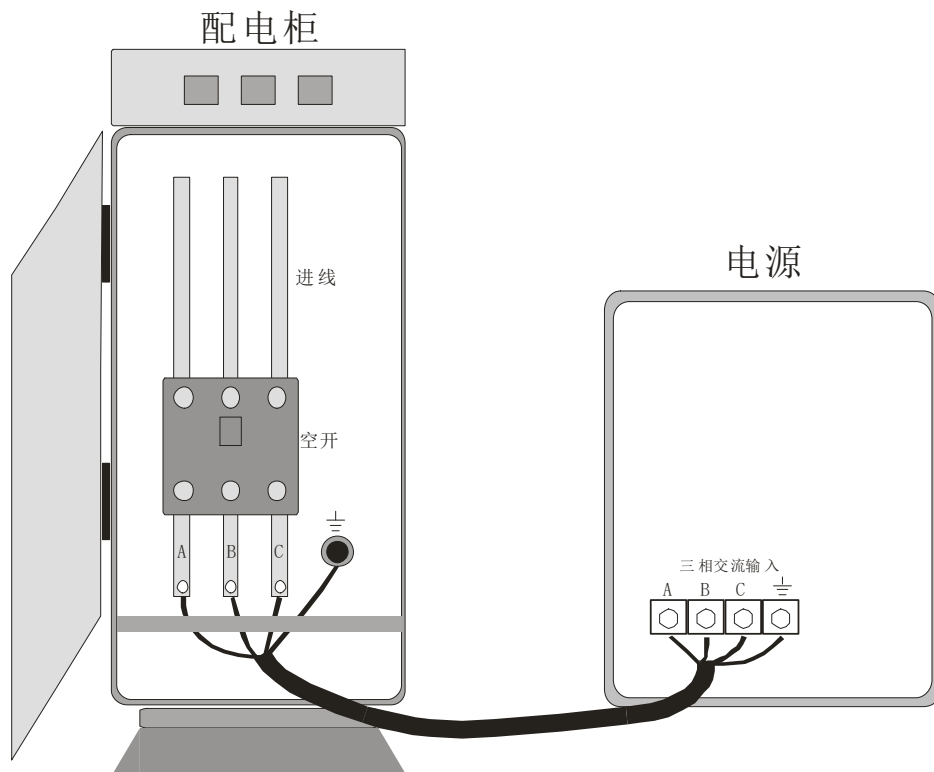

图 2-1 电源输入线连接示意图
- ◇ 用户在连接电源输入线时请按照下面示意图 2-1 正确连接。为确保电源正常运行请选择合适的电源配线和空开，电源输入配线线径与配电空开见附表 1。